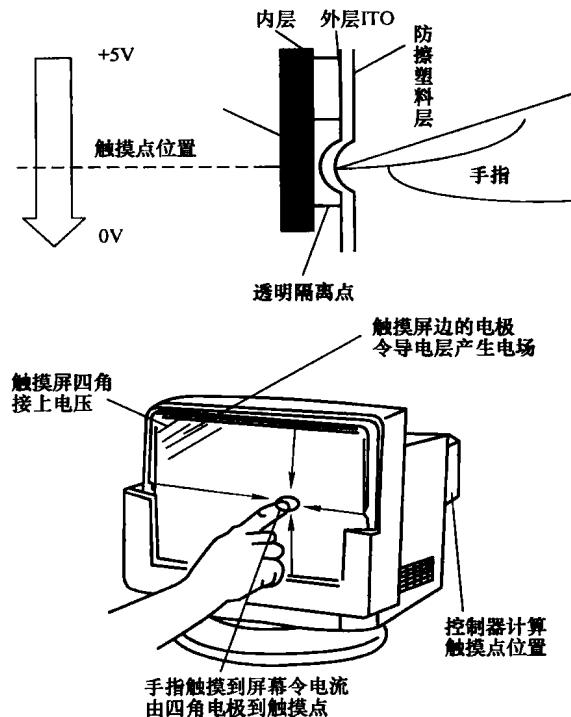

图 1-2 电阻式触摸屏的结构与工作原理
(1) 电阻式触摸屏 电阻式触摸屏的结构与工作原理如图 1-2 所示。这种触摸屏是利用压力感应进行工作的。电阻式触摸屏的主要部分是一块与显示器表面非常配合的电阻薄膜屏，这是一种多层的复合薄膜，它以一层玻璃或硬塑料平板作为基层，表面涂有一层透明氧化金属（透明的导体）导电层，上面再覆一层经过外表面硬化处理、光滑防擦的塑料层，该塑料层的内表面也涂有一层导电层，两层导电层之间有许多细小的透明隔离点把两层导电